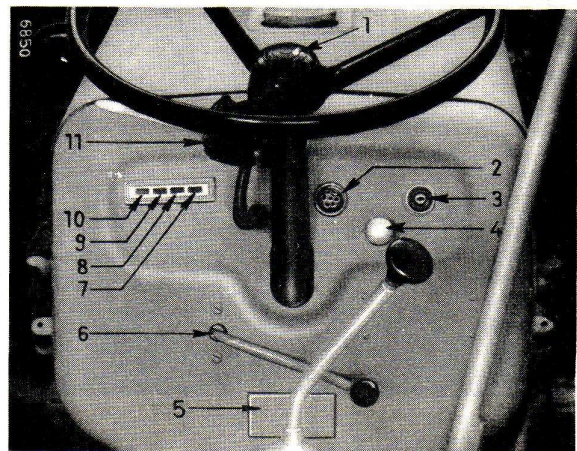
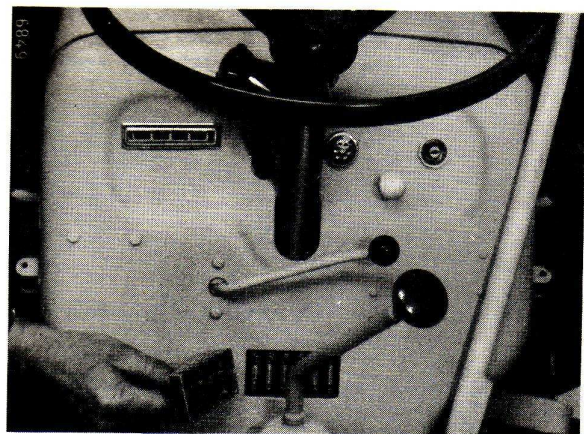

Fig. 70
Fig. 71. - L'accès aux fusibles est réalisé une fois le couvercle enlevé
Pour mettre en place un nouveau fusible, enlevez le couvercle (5) fig. 70, comme indiqué sur la figure 71 et remplacez le fusible usagé par un nouveau.